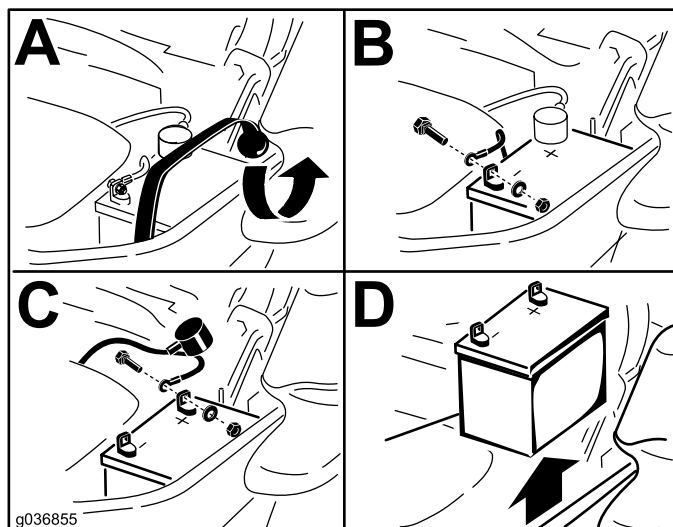

Figura 54
3. Retire la batería según se muestra en la Figura 54.
1. Coloque la batería en la bandeja, con los bornes frente al depósito de aceite hidráulico (Figura 54).
4. Fije los cables con 2 pernos, 2 arandelas, y 2 contratuercas (Figura 54).
6. Fije la batería con la correa de goma (Figura 54).